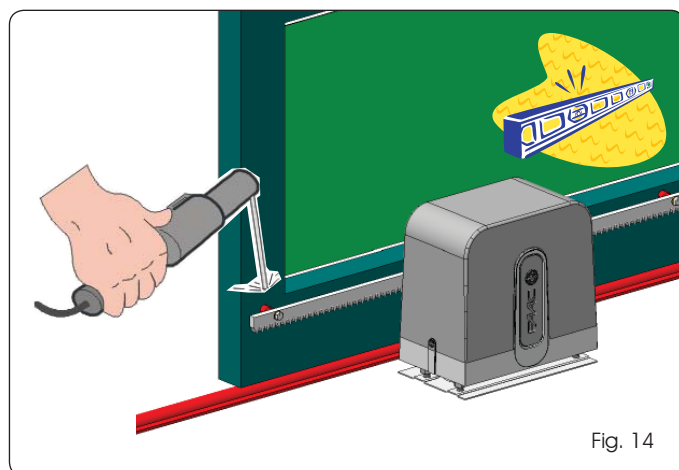

Fig. 14
3. Apoiar sobre o pinhão, de modo nivelado, a primeira parte da cremalheira e soldar a cavilha roscada no portão, como indicado na Fig. 14.